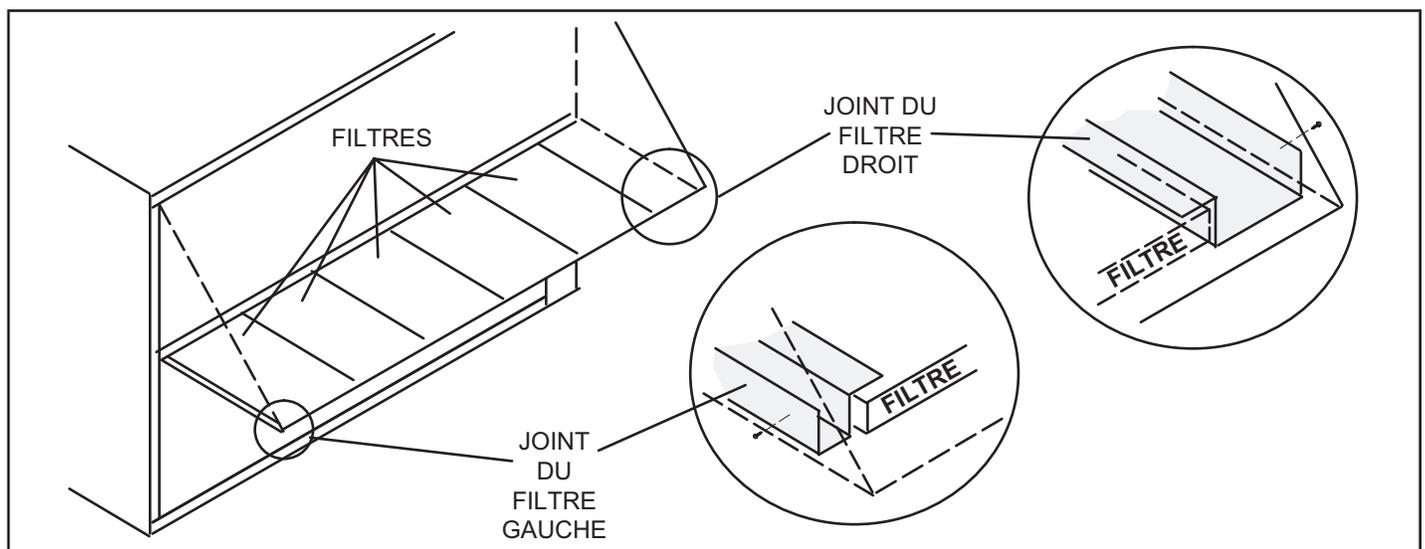

FIGURE 15
- 7 - Fixer les joints latéraux sur les côtés de la hotte comme indiqué à la FIGURE 15.